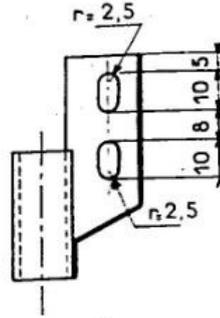

FIGURE 3
- b) Par exécution de boutonnières verticales sur l'entretoise suivant Fig. 3 (permettant le réglage en hauteur).